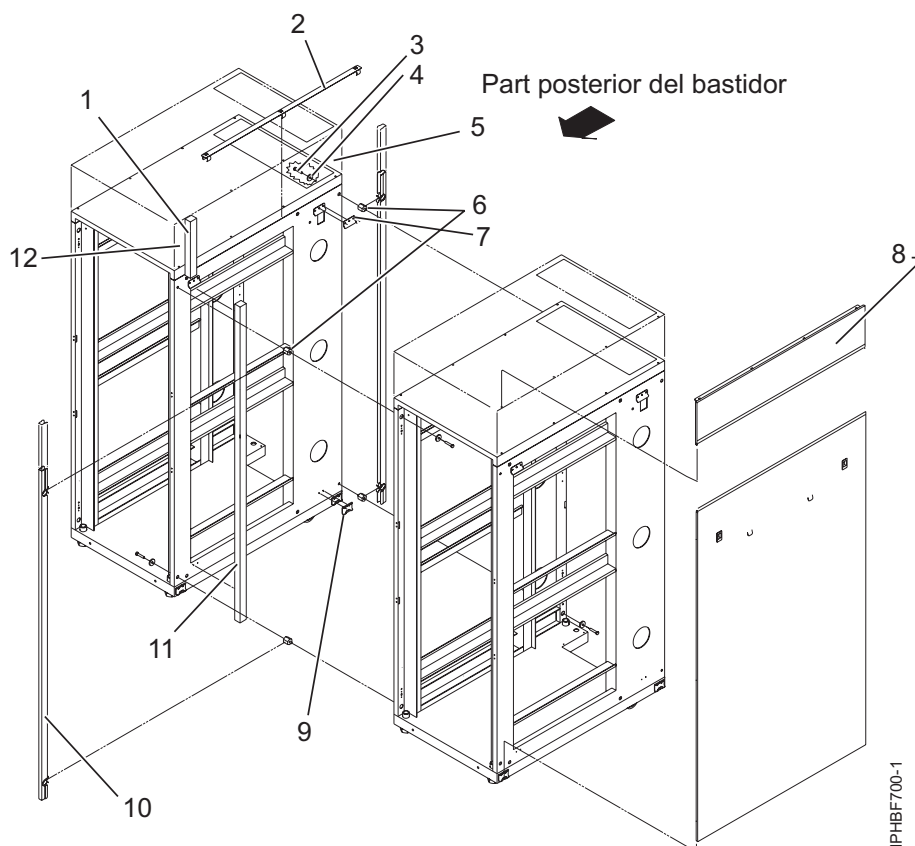

Figura 18. Treure els panells laterals, les peces de subjecció Z i J i instal·lar els empalmaments i la tira d'escuma llarga per connectar diversos bastidors
4. Instal·leu els dos primers empalmaments als cantons superior esquerre i inferior dret del primer bastidor, com es mostra a la Figura 18.
5. Instal·leu els dos segons empalmaments als cantons superior esquerre i inferior dret del segon bastidor, com es mostra a la Figura 18.
6. Enganxeu la tira d'escuma llarga com es mostra a la Figura 18 a la pàgina 21. Per a un bastidor model T42, uniu la tira d'escuma curta amb el final de la tira d'escuma llarga i enganxeu-la al llarg del xassís del bastidor.